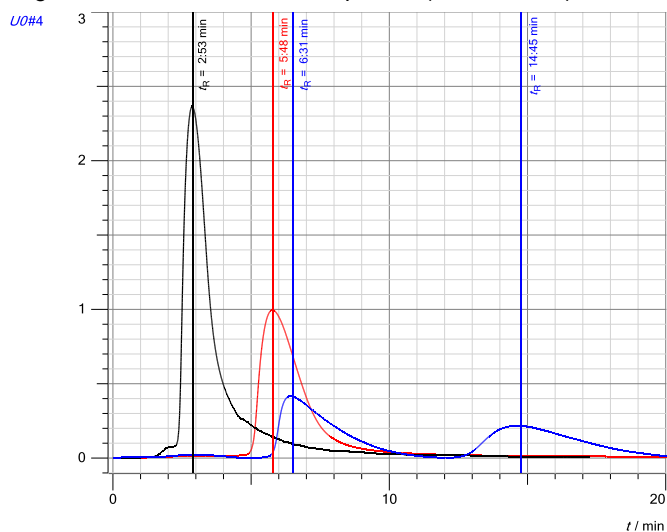

Abb. 3: Chromatogramme der verschiedenen Alkohole. Temperatur: 65 °C. Schwarz: Methanol, rot: Ethanol, blau, 1. Signal: 2-Propanol, blau, 2. Signal: 1-Propanol.
Die untersuchten Alkohole eluieren in der folgenden Reihenfolge: Methanol – Ethanol – Propanole (siehe Abb. 3).
1. Je größer eine Verbindung, desto später eluiert sie von der Säule. Deshalb eluiert Methanol vor Ethanol und den Propanolen (siehe Abb. 3).